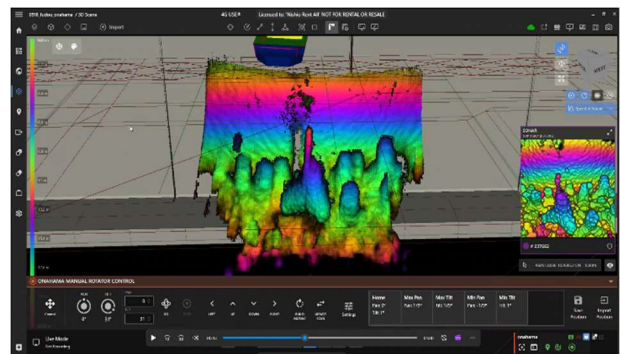

図3 リアルタイム 3D ソナー
- ③ リアルタイム 3D ソナー：当ソナーは水中の状況をリアルタイム 3D 映像として得ることができるものである (図 3)。施工時には水中の据付状況確認と施工後の進捗確認用データ取得に当ソナーを使用した。これにより、手戻りの防止や作業効率の向上に寄与した。